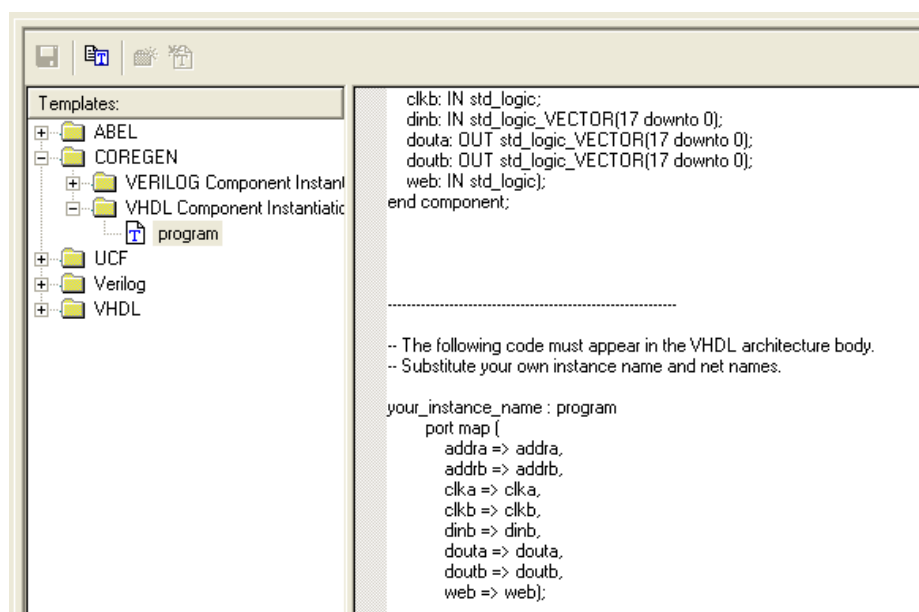

Рис. 7. Шаблон для реализации
- ③ Раскройте **COREGEN**, раскройте **VHDL Component Instantiation**, и выберите *program*, как показано на **Рис. 7**